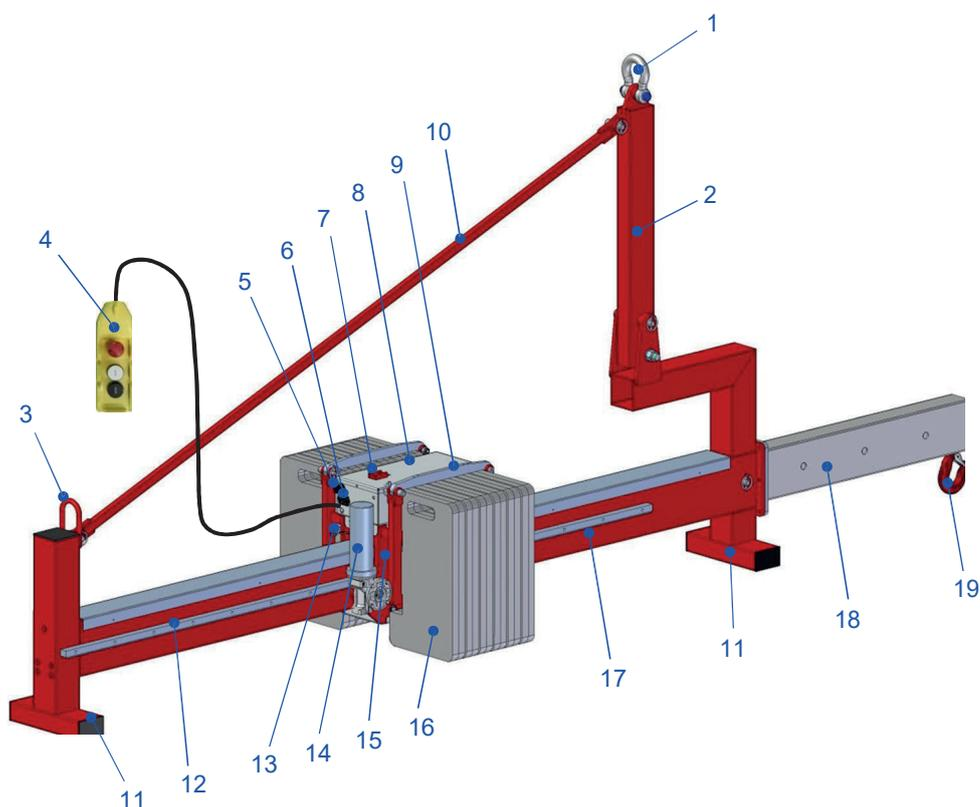

Fig. 1: Equilibrador de contrapeso 800 kg
Los principales elementos funcionales del equilibrador de contrapesos son (ver fig. 1):
El ojo de transporte (ver fig. 1, pos. 3) sólo se puede utilizar para transportar el equilibrador de contrapeso.